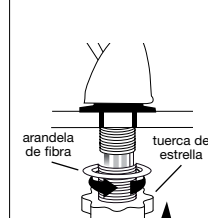

Figura 2
- ☐ Desde abajo del fregadero, deslice la arandela de fibra de 1-1/2" (3.8 cm) sobre la base del grifo. Reinstale la extensión roscada en la base hasta que quede apretada. Enrosque la tuerca de estrella en la extensión hasta que quede apretada (Vea la Figura 2).